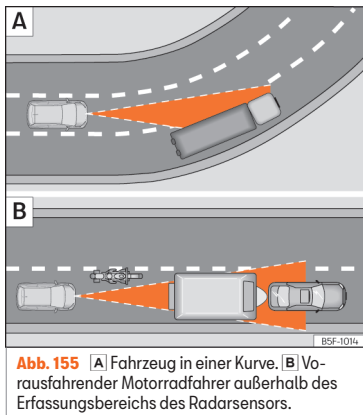

Abb. 155 [A] Fahrzeug in einer Kurve. [B] Vorausfahrender Motorradfahrer außerhalb des Erfassungsbereichs des Radarsensors.
Es ist möglich, dass die ACC das vorausfahrende Fahrzeug in der Kurve nicht erkennt oder die Entfernung mit Fahrzeugen, die sich auf anderen Fahrspuren befinden, einstellt »» **Abb. 155** [A].
- Versetzt fahrende Fahrzeuge oder Fahrzeuge, die außerhalb des Erkennungsbereichs des Sensors fahren, z. B. Motorräder. »» **Abb. 155** [B]